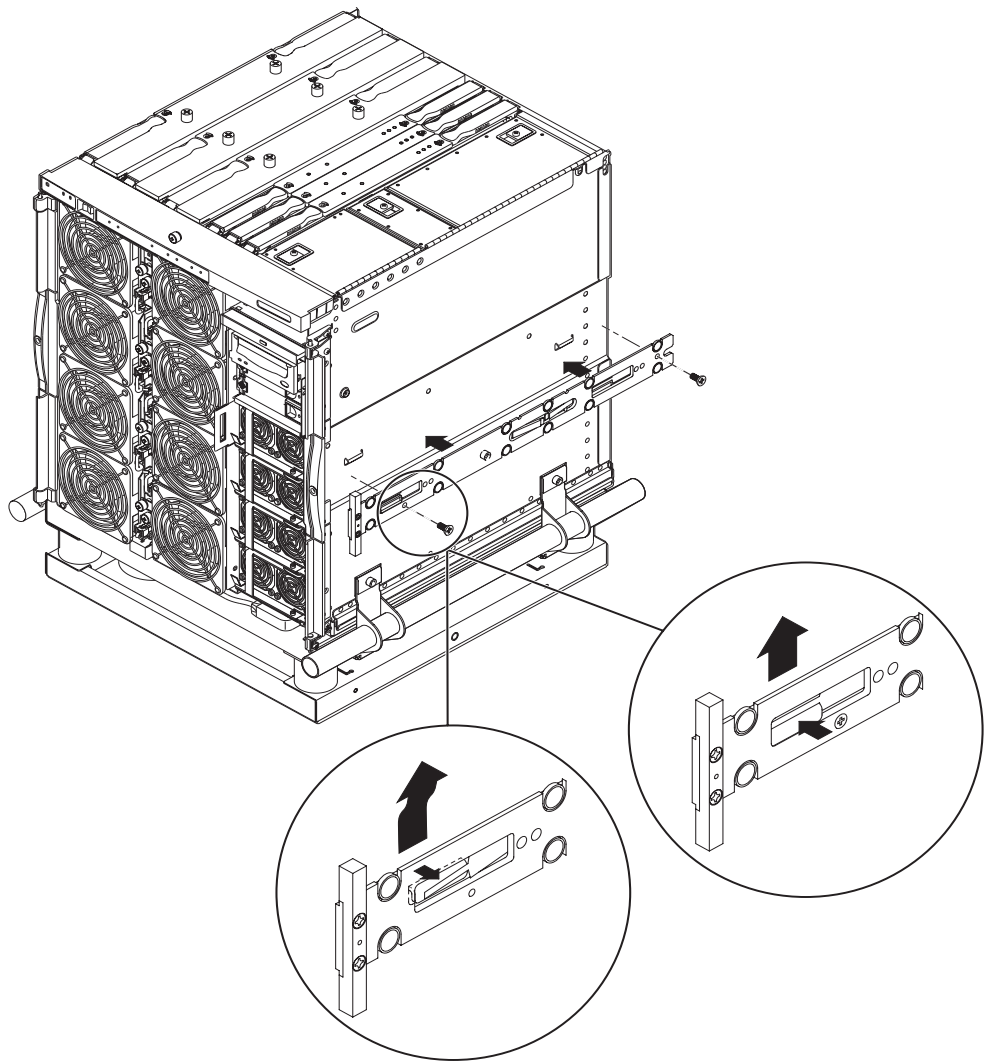

图 1-3 弹簧夹和开口
2. 向上推动内侧滑轨，以使系统侧面的定位卡舌卡住滑轨上的开口（图 1-3）。